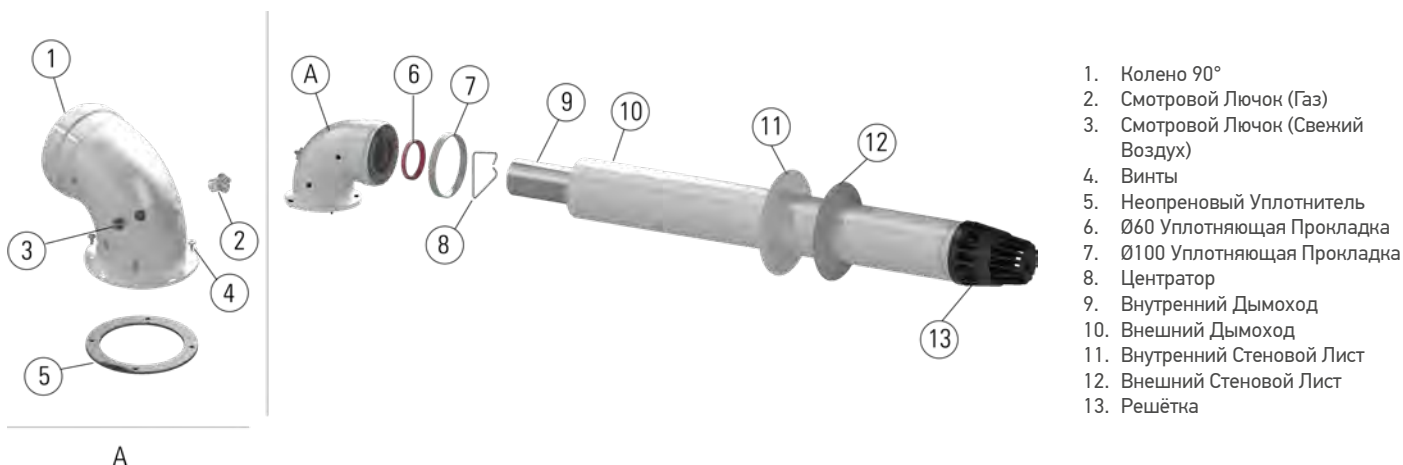

Рисунок 11 Комплект герметичных гомоцентрических дымоходов Heat Only.
- Закрепите фланец под коленом (1) с помощью фланцевого болта (5) с помощью фланцевых соединительных винтов (4) в отверстиях нагревателя.
- 2 уплотнительные прокладки Ø60 из комплекта герметичного дымохода (6) вставляются во внутренние пазы трубы на обоих концах колена под углом 90°.
- Поместите уплотнительную прокладку Ø100 (12) на колено 90°, соприкасающееся с ограничительным комплектом.
- Вставьте внешнюю стенную пластину в вывод дымохода, как показано на рисунке 11-12. для группировки выходного вывода дымохода. После размещения выхода дымохода через наружную сторону стены и предварительно сделанное отверстие закрепите внутреннюю стенную пластину (11) в конце дымохода. Установите отводящий патрубок вашего обогревателя только под углом 90°, плотно подсоединенный к выходному патрубку дымохода (Рисунок 12). После установите наружный и внутренний фланцы стенки (Рисунок 11_11-12) на соединительную трубу (Рисунок 12). В конце, прижмите внутреннюю стенную пластину к поверхности стены и убедитесь в непроницаемости дымохода и стены.